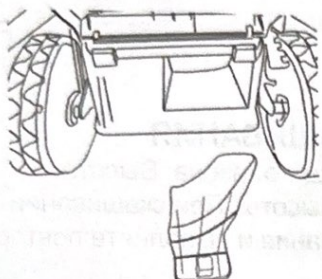

Рис. 9
- Откройте задний дефлекторный кожух, удерживайте его в нужном положении и вставьте мульчирующую вставку в задний разгрузочный желоб (рис. 9). Убедитесь, что нижняя сторона ручки защелкнулась.